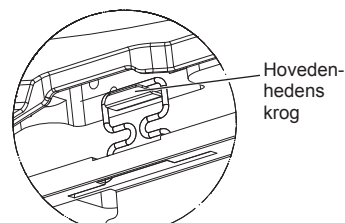

Fig. 5-6
- Når skruen er spændt, skal det kontrolleres, at de to gitterkroge (Fig. 5-6) har fat i kroge på hovedenheden.